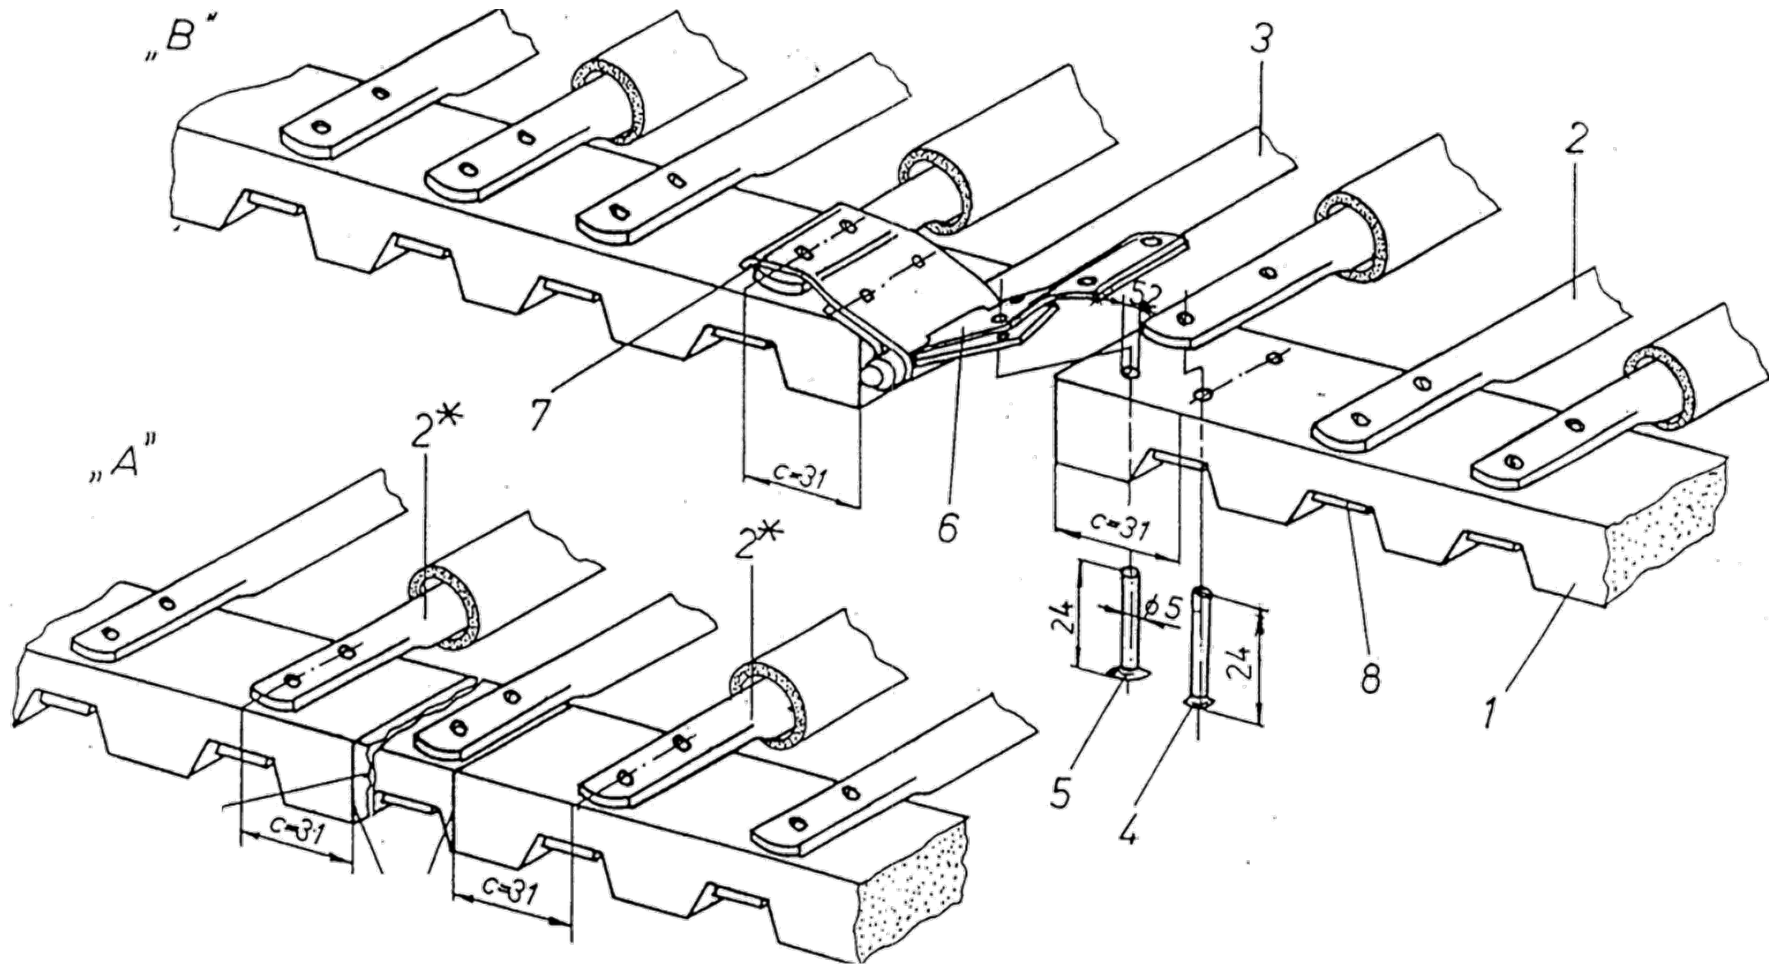

Abb. 33. Fördersieb
- die Siebanlage um einen Maßstab reduzieren, indem beide Bänder zusammen mit der Stange von dem gleichen Ende so abgeschnitten werden, damit der Ausmaß „C“ wie auf der Abb. 33 A, gewährt wird;
Die Abmessungen sowie Typen der Nieten sind auf der Abb. 33 angegeben. In der Kombinausstattung sind alle Teile enthalten, die für die Durchführung einer Reparatur der abgerissenen Siebanlage erforderlich sind.